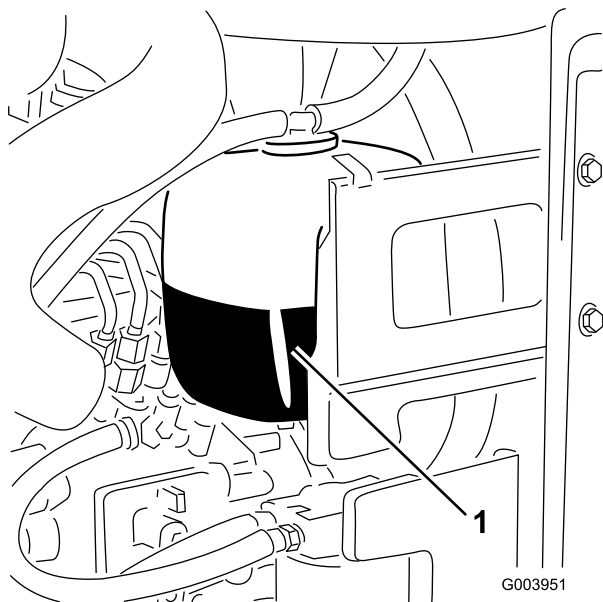

Figura 34
1. Compruebe el nivel de refrigerante en el depósito de expansión (Figura 34).